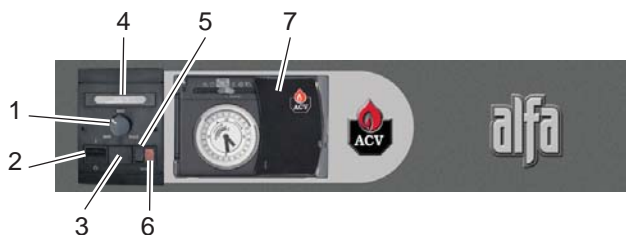

Fig. 16: pannello di comando
5.3.7 PANNELLO DI COMANDO (FIG. 16)